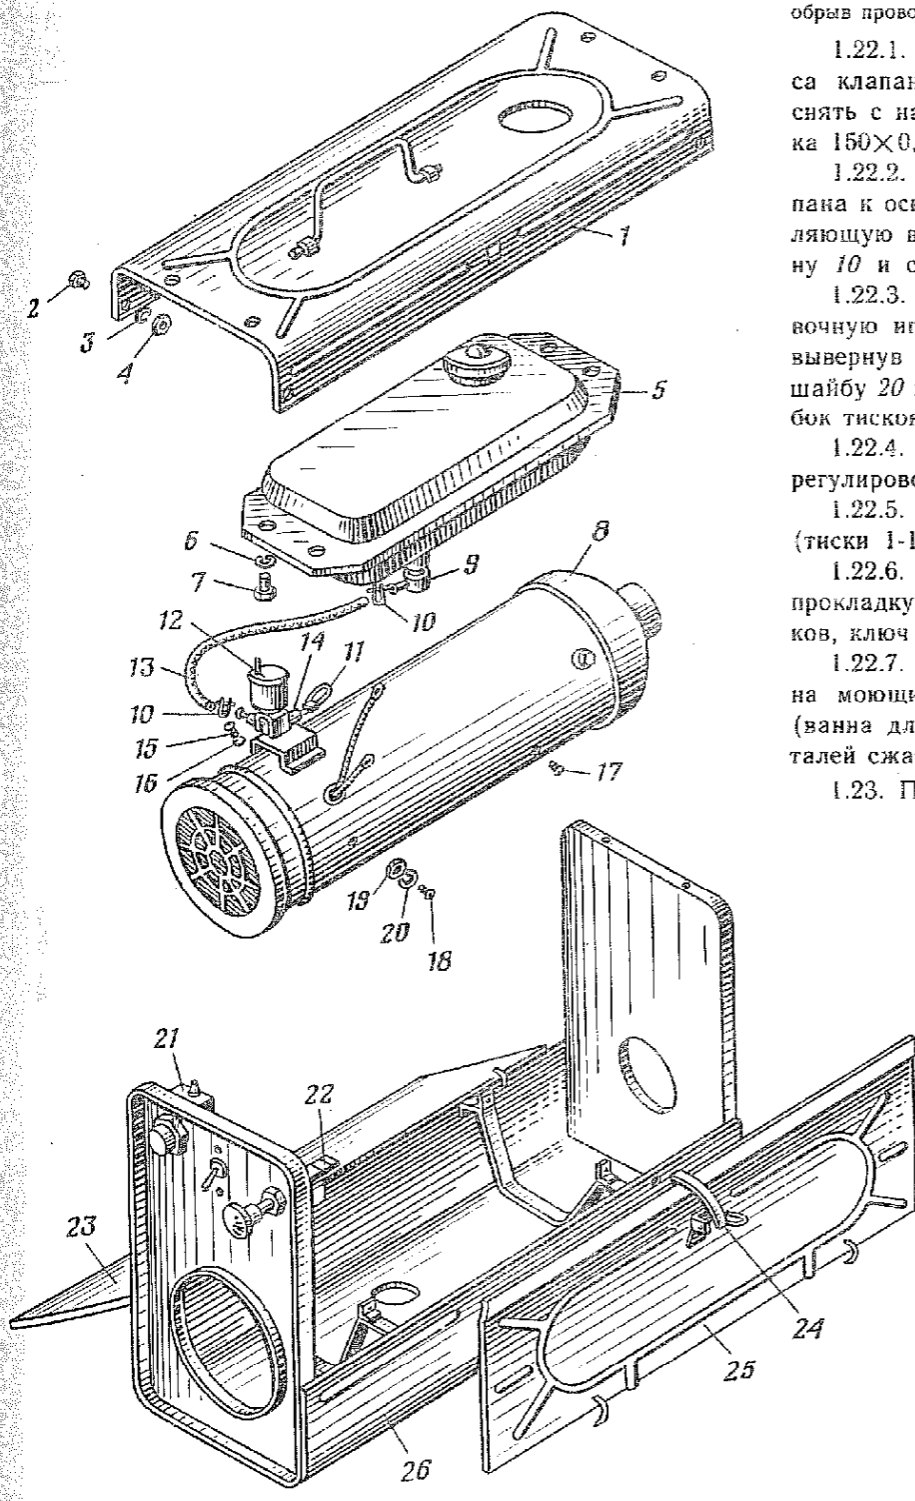

Рис. 109. Предпусковой подогреватель двигателя:
При замене (снятии) воздушного подогревателя 8 (рис. 109) в сборе выполнить переходы 1.1—1.4 и 1.7—1.10.
1.2. Откинуть пружинные защелки 24 (рис. 109) и открыть боковые стенки 23 и 25 корпуса 26 предпускового подогревателя.
1.10. Вывернуть винты 18 (рис. 109) крепления воздушного подогревателя 8 к корпусу 26, снять шайбы и вынуть воздушный подогреватель в сборе из корпуса (отвертка 150×0,5).
3.10. Установить электромагнитный клапан 12 (рис. 109) в сборе с кронштейном на кожух воздушного подогревателя так, чтобы отверстия под винты крепления совпали, и закрепить винтами 15 с пружинными шайбами (отвертка 150×0,5).